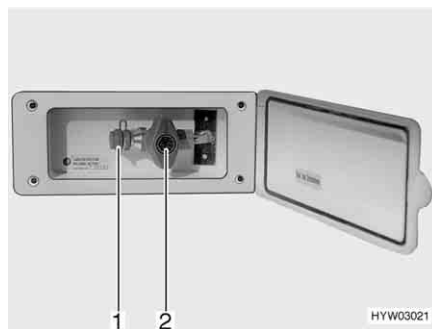

Bild 108 Extern gasanslutning (gasavstängningsventilen stängd)
Den externa gasanslutningen (Bild 108) befinner sig, beroende på modell, på fordonets bakdel eller på fordonets vänstra resp. högra sida.
- Anslut den externa gasapparaten till anslutningar (Bild 108,1).
- Öppna gasavstängningsventilen (Bild 108,2).